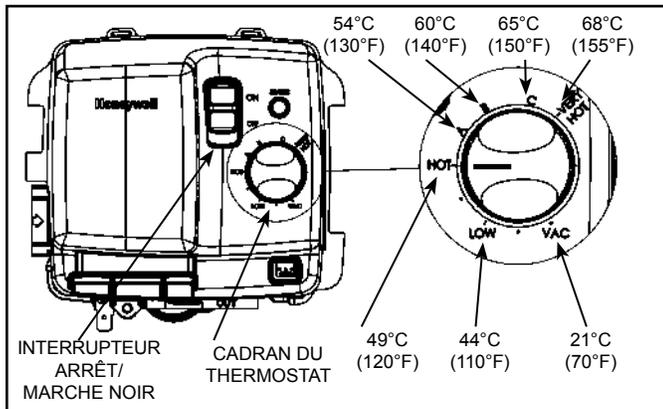
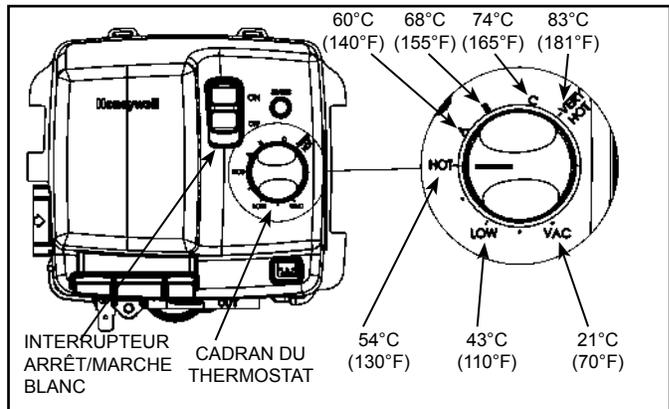

Figure 35
Figure 36
Ce chauffe-eau est muni d'un thermostat réglable qui contrôle la température de l'eau (voir Figure 36 et Figure 35). L'eau chaude utilisée dans les lave-vaisselle ou les laveuses à linge peut causer des brûlures par ébouillantage pouvant entraîner de graves blessures ou la mort. La température pouvant causer ces blessures varie en fonction de l'âge de la personne et de la durée de l'exposition. Les enfants, les personnes âgées et handicapées réagissent moins rapidement, ce qui les rend plus à risque. Ne laissez jamais de jeunes enfants utiliser un robinet d'eau chaude et ne les laissez jamais seuls lors du remplissage d'une baignoire. Ne laissez jamais un enfant ou une personne handicapée prendre un bain ou une douche sans supervision.
Les réglages de température de la commande du gaz sont illustrés dans Figure 36 et Figure 35.
1. Réglez le thermostat à sa valeur la plus basse. Si le chauffe-eau fonctionne, attendez qu'il s'arrête (voir Figure 36).